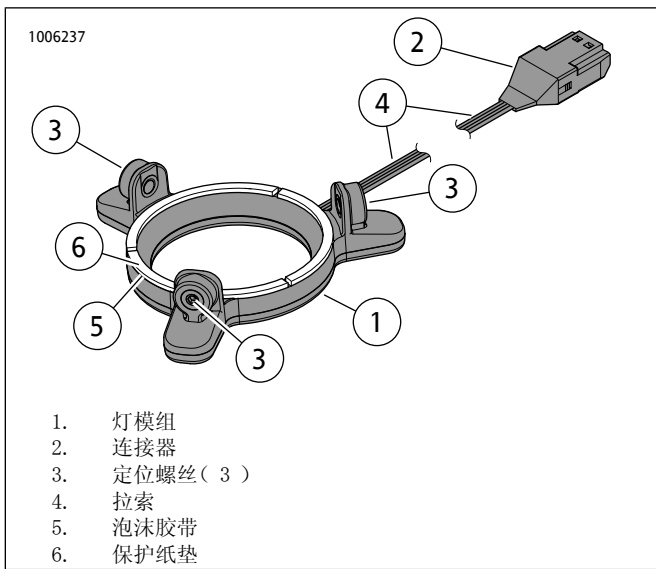

图2。圆形Stage II扬声器LED灯
3. 参见图2。从灯模组(1)背面的泡沫胶带(5)去掉保护纸垫(6)。